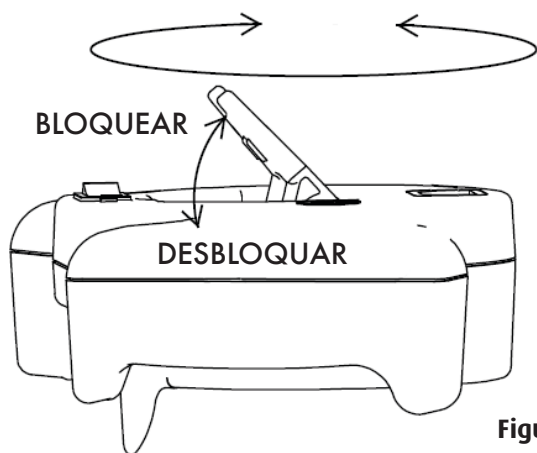

Figura 5
2. Ajuste el ángulo girando el cierre del cabezal hacia arriba (Figura 5). Coloque la manija en la ubicación deseada (180 grados de rotación total).